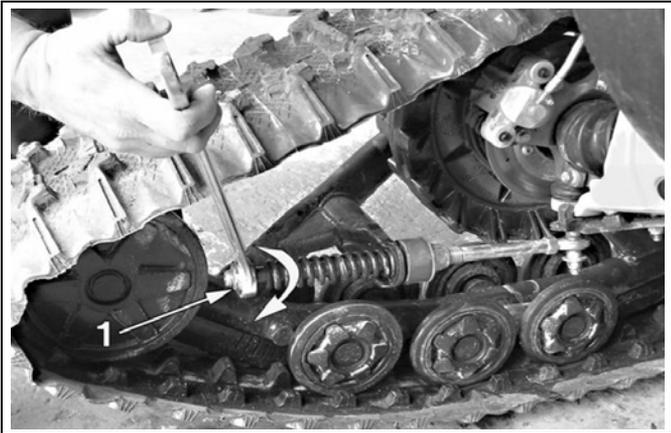
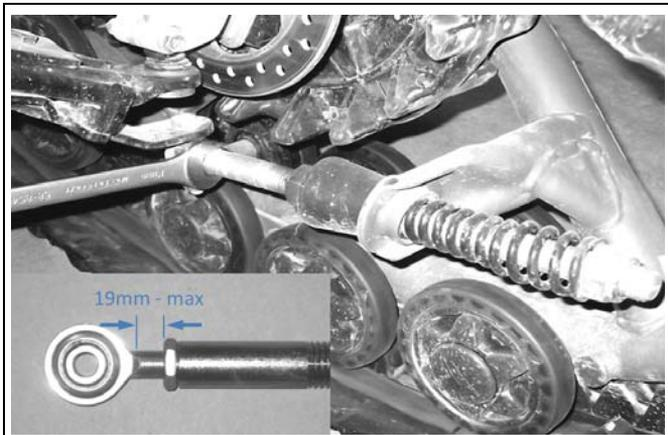

Abbildung 6
Abbildung 7
- Drehen Sie Mutter (1) bis diese die Feder berührt, dann drücken Sie die Feder zusammen, indem Sie diese Mutter 1,5 Drehungen drehen (siehe Abbildung 6).
HINWEIS: In einigen seltenen Fällen, wenn die Mutter (Teil 1 in Abbildung 6) zum Zusammendrücken der Feder durch Einstellungen das Ende der Gewindestange erreicht hat, verlängern Sie die Baugruppe, indem Sie die Gegenmutter (Teil 3 in Abbildung 7) lösen und den Stangenkopf soweit herauserschrauben, dass max. 19 mm des Gewindes sichtbar sind. Achten Sie darauf, dass Sie die Gegenmutter nach der Montage wieder gut festziehen.